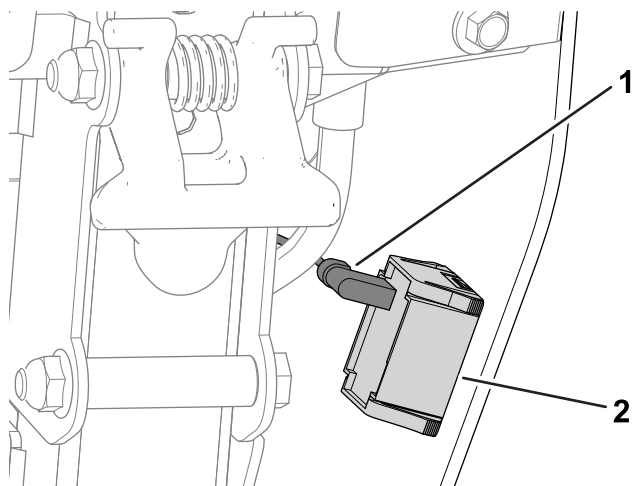

Figura 40
A. Desligue o conector da cablagem do contador de horas (Figura 40).